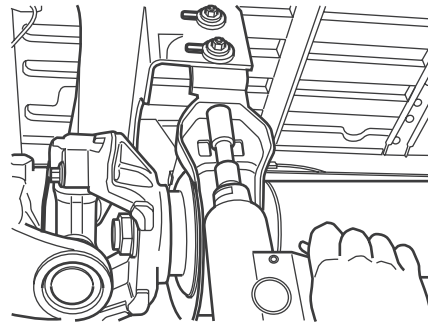

Figura 9.4
2. Retire los tornillos del soporte del rodamiento central. Figura 9.4.